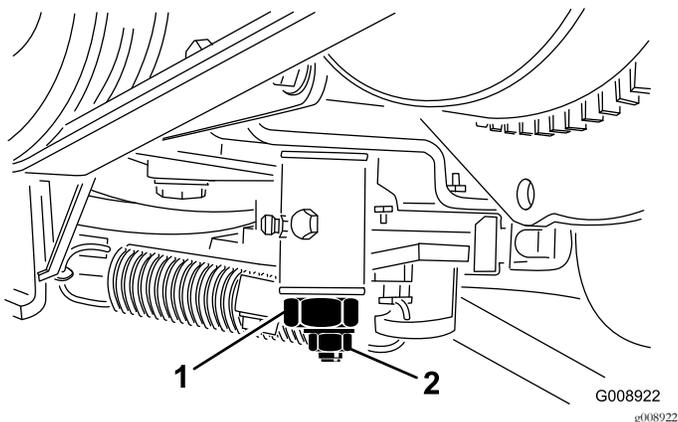

Рисунок 68
3. Ослабьте контргайку на кулачке регулировки тяги (Рисунок 68).